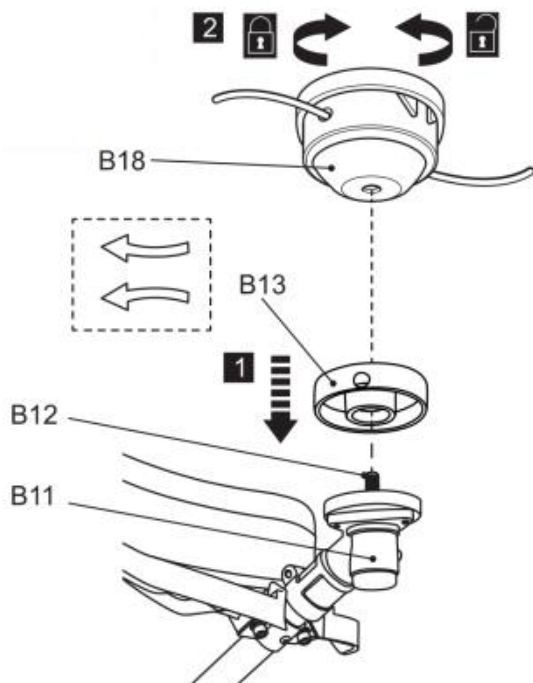

Fig. 6
4) Schrauben Sie den Schneidkopf (B18) gegen den Uhrzeigersinn auf die Spindel (B12) und ziehen Sie ihn von Hand fest, während Sie die Spindel (B12) mit dem Innensechskantschlüssel (E5) arretieren. Entfernen Sie anschließend den Innensechskantschlüssel (Abb. 6).